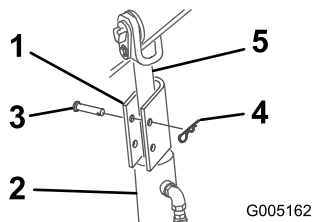

Figura 16
4. Coloque un bloqueo de cilindro sobre la varilla de cada cilindro de elevación (Figura 16).
5. Fije cada bloqueo de cilindro con un pasador y una chaveta (Figura 16).